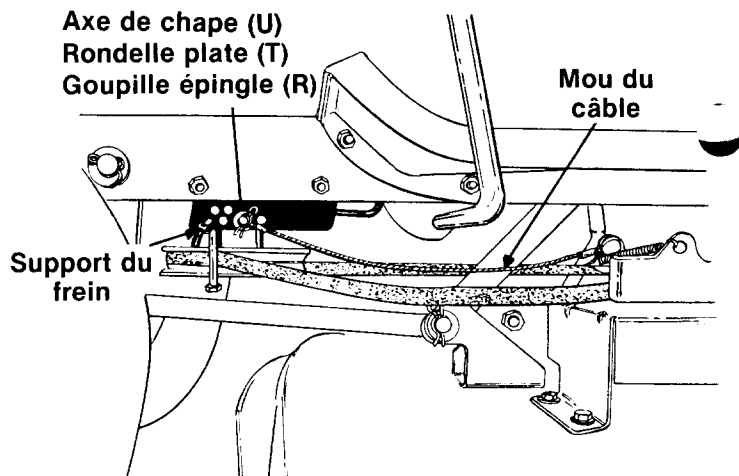

FIGURE 28
2. Tirez le câble vers l'avant du tracteur et alignez-le par rapport à un trou dans le support du frein. Attachez-le sur le support avec un axe de chape (U), une rondelle plate (T) et une goupille-épingle (R). Le câble doit présenter un léger mou, comme à la figure 28.